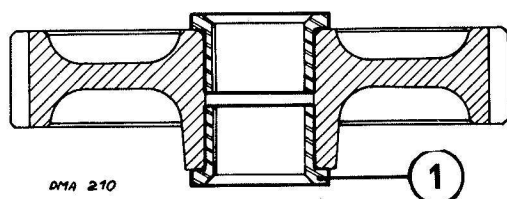

Fig. 13
Remplacement des bagues : décoller au tour l'épaulement de la bague (1) et sortir les bagues à la presse. (fig. 13).